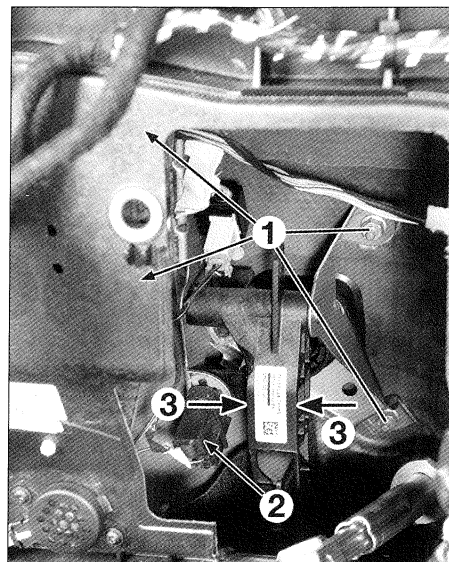

FIG. 4
- Desmontar las 4 tuercas (1) del soporte de pedal de embrague (fig. 4).
- Separar el contactor de posición de pedal de embrague (2) del soporte de pedal de embrague.